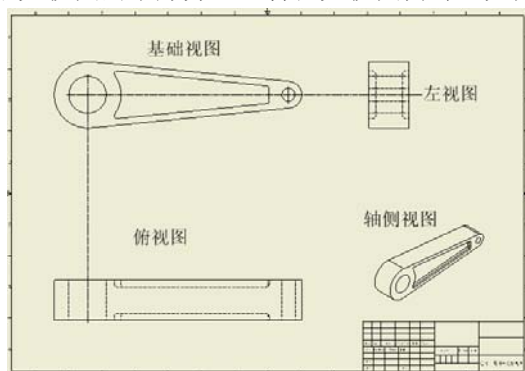

图 5-9 利用一个基础视图创建三个投影视图
创建了基础视图以后,可以利用一角投影法或者三角投影法创建投影视图。在创建投影视图以前,必须首先创建一个基础视图。图 5-9 中所示为利用一个基础视图创建三个投影视图,即俯视图,左视图和轴侧视图。
(1) 单击【放置视图】标签栏【创建】面板中的【投影视图】工具按钮,用左键单击图纸上的一个基础视图。
(2) 向不同的方向拖动鼠标以预览不同方向的投影视图。如果竖直向上或者向下拖动鼠标,则可以创建仰视图或者俯视图,如图 5-9 中的俯视图;水平向左或者向右拖动鼠标则可以创建左视图或者右视图,如图 5-9 中的左视图;如果向图纸的四个角落处拖动则可以创建轴侧视图,如图 5-9 中的轴侧视图。
(3) 确定投影视图的形式和位置以后,单击鼠标左键,指定投影视图的位置。
(4) 此时在鼠标单击的位置处出现一个矩形轮廓,单击右键,在打开菜单中选择【创建】选项,则在矩形轮廓内部创建投影视图。创建完毕后矩形轮廓自动消失。